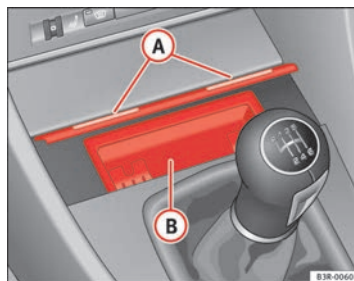

Fig. 133 Consola central: Cenicero abierto
- Presione brevemente sobre la moldura frontal del cenicero **(A)** ⇒ fig. 133.
- Agarre la carcasa del cenicero **(B)** ⇒ fig. 133 por sus concavidades laterales y extráigala hacia arriba.